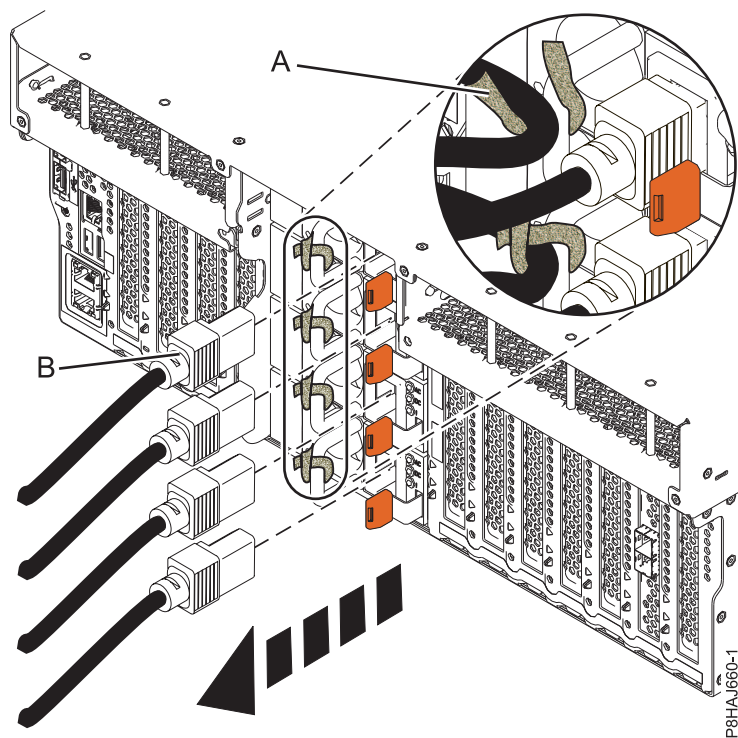
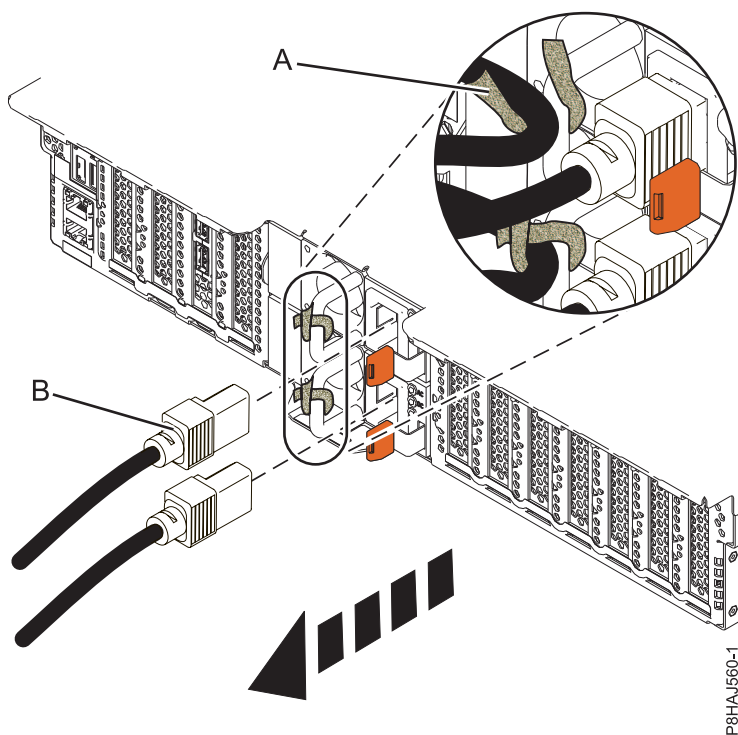
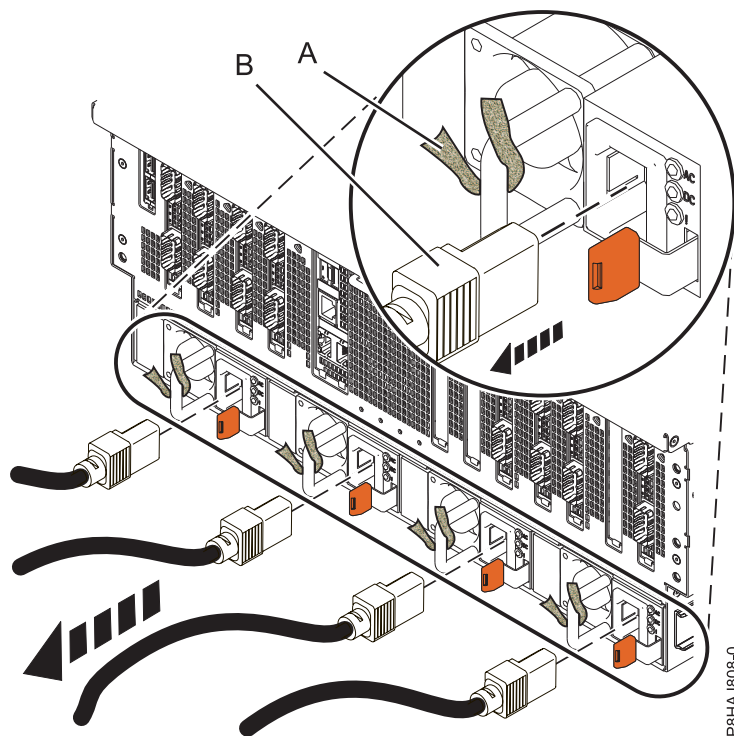

図 16. 8247-42L、8286-41A、または 8286-42A システムからの電源コードの取り外し
図 17. 5148-21L、5148-22L、8247-21L、8247-22L、8284-21A、または 8284-22A システムからの電源コードの取り外し
図 18. 8408-44E または 8408-E8E システムからの電源コードの取り外し
3. 電源コード **(B)** をシステム装置から切り離します。ご使用のシステムのタイプに応じて、46 ページの図 16、46 ページの図 17、または 47 ページの図 18を参照してください。